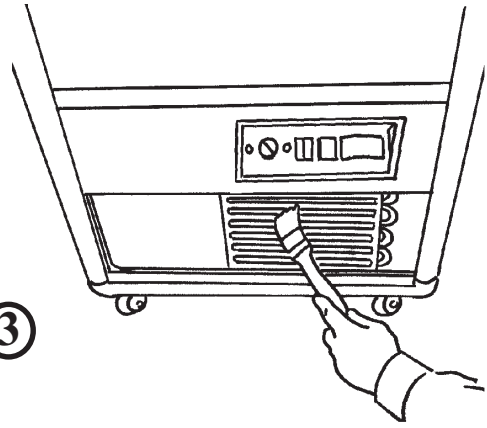

FIG. 2
1. Controllare la presenza di brina e di ghiaccio sulle alette dell'evaporatore. 2. Qualora lo strato di brina risulti eccessivo e vi sia presenza di colate di ghiaccio con evidente ostruzione del passaggio dell'aria, operare uno sbrinamento totale. Rimuovere la merce ponendola in altro luogo adeguatamente refrigerato alla stessa temperatura. 3. Togliere l'alimentazione elettrica, lasciare la porta aperta anche dopo avere rimosso la merce in conservazione. 4. **ATTENZIONE** a non toccare con le mani nude le alette taglienti dell'evaporatore. 5. Non usare corpi metallici taglienti o appuntiti nel tentativo di rimuovere il ghiaccio dall'evaporatore. 6. Asciugare con cura ogni cosa. 7. Lasciare asciugare con la porta aperta l'apparecchio prima di rimetterlo in funzione (vedi Fig.2).
5. Keine scharfen Metallwerkzeug benutzen, um das Eis von Verdampfer zu entfernen. 6. Sämtliche Teile sorgfältig trocknen. 7. Das Gerät vor der Inbetriebnahme bei offener Tür trocknen lassen (Sehen bild 2).
1. Controleer of er zich rijp of ijs op de koelribben van de verdamper heeft gevormd. 2. Indien er zich te veel rijp gevormd heeft of ijsblokken de luchtstroom blokkeren, dient het apparaat volledig ontdooid te worden. Verwijder de waren en zet ze op een andere goed gekoelde plaats met dezelfde temperatuur. 3. Sluit de elektriciteit af zoals. De deur open laten, ook nadat de opgeslagen producten eruit zijn gehaald. 4. **LET OP:** kom nooit met blote handen aan de scherpe koelribben van de verdamper. 5. Gebruik geen scherpe of puntige metalen voorwerpen om het ijs van de verdamper te verwijderen. 6. Droog alles zorgvuldig af. 7. Laat het apparaat met open deur goed drogen, alvorens het weer in te schakelen (zie Fig. 2).
1. Verifique a presença de geada e de gelo nas aletas do evaporador. 2. Se a camada de geada resultar excessiva e se houver gelo vazado com evidente obstrução da passagem do ar, execute um descongelamento total. Remova a mercadoria, colocando-a num outro local adequadamente arrefecido à mesma temperatura. 3. Desligue a alimentação eléctrica conforme e deixe a porta aberta também após ter removido a mercadoria conservada. 4. **ATENÇÃO** para não tocar com as mãos desprotegidas as aletas cortantes do evaporador. 5. Não utilize corpos metálicos cortantes ou pontiagudos na tentativa de remover o gelo do evaporador. 6. Enxugue cuidadosamente qualquer elemento. 7. Deixe enxugar a aparelhagem com a porta aberta antes de recolocá-la em funcionamento (ver a Fig. 2).